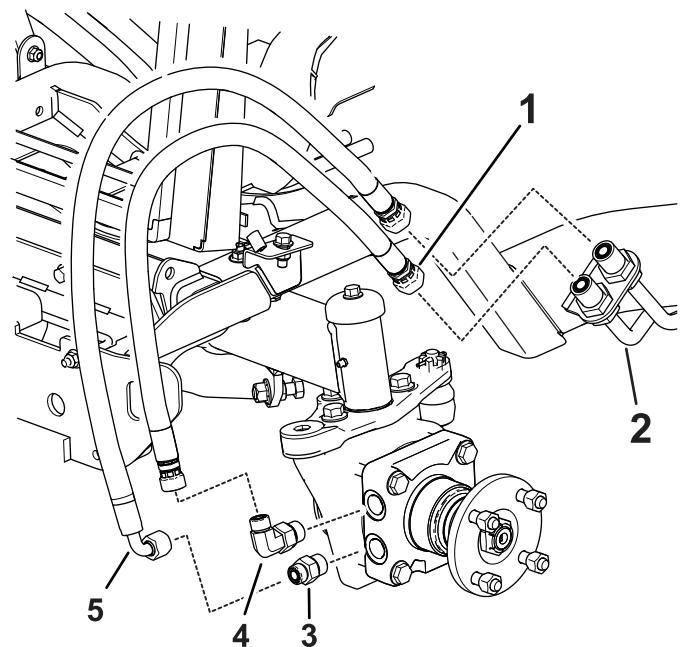

Figure 4
- Installez le raccord droit neuf et le raccord coudé à 90° sur le moteur de roue (Figure 4).
6. Branchez le flexible avec les raccords droits sur le raccord coudé à 90° (Figure 4).
7. Branchez le flexible avec le coude à 90° sur le raccord droit (Figure 4).
16. Retirez un chapeau à la fois et branchez le flexible correct sur la conduite hydraulique, comme montré à la Figure 4.
17. Retirez le dernier chapeau et branchez le flexible sur la conduite hydraulique (Figure 4).